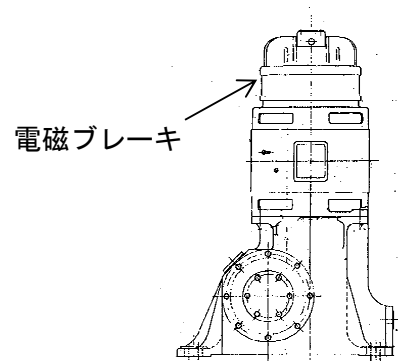

図 1. 駆動装置概要
- ・ 図 1 に示す駆動装置上部の電磁ブレーキの銘板により型式を確認します。